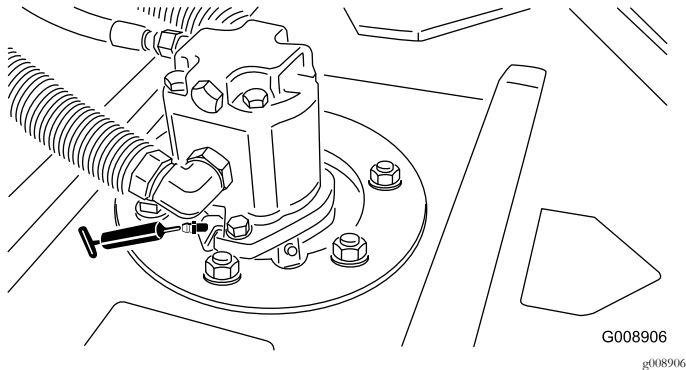

Bild 37
- Spindelwellenlager des Mähwerks (2 pro Mähwerk)—Bild 37